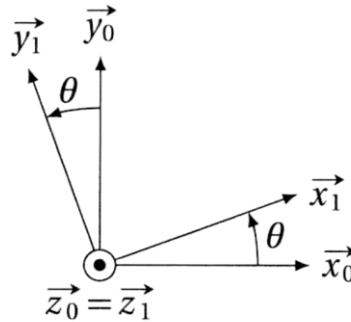

Figure 6 : Figure de changement de base de B_0 vers B_1
Soit un solide (1) possédant un mouvement de rotation unique d'axe de vecteur directeur \vec{Z}_0 et de paramètre angulaire θ par rapport à une référence (0). La Figure 6 représente la figure de changement de base correspondant à ce mouvement.
Afin d'éviter, au maximum, les erreurs de calculs dans les projections, on dessinera toujours les figures de changement de bases planes avec des angles orientés positifs et "petits" (typiquement inférieur à 30°) comme sur la Figure 6.